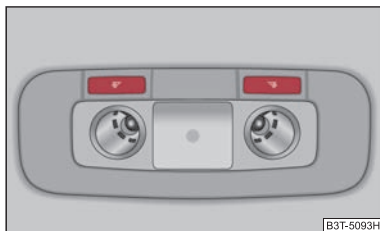

Fig. 55 Imagine din plafon: Iluminarea interiorului și lămpile pentru lectură din spate
- Lampa pentru lectură din dreapta, respectiv din stânga se aprinde sau se stinge apăsând întrerupătorul  ⇒ fig. 55. ■